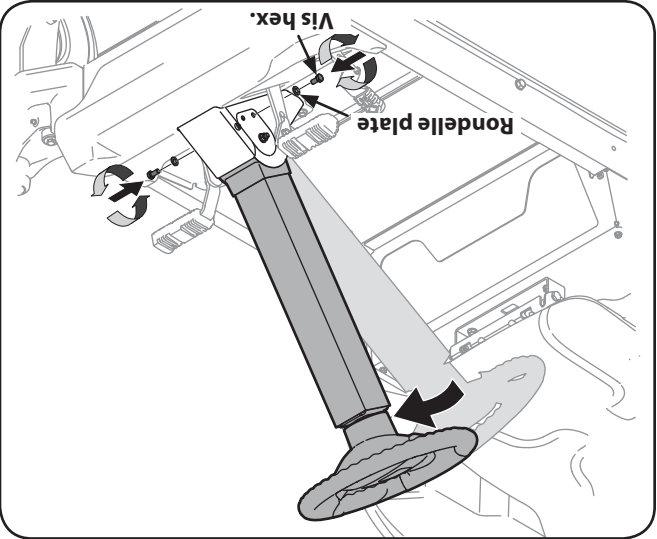

Figure 3-2
7. Placez la colonne du volant de direction à l'une des deux positions et maintenez-la en place avec les vis hex. et les rondelles plates emballées séparément. Voir la Figure 3-2.